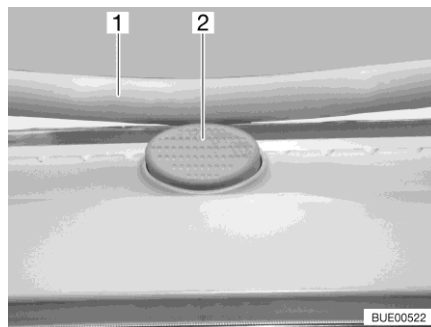

Fig. 33 Bouton de sécurité (lanterneau basculant)
- Appuyer sur le bouton de sécurité (Fig. 33,2) et tirer l'étrier (Fig. 33,1) vers le bas avec les deux mains.
- Pousser l'étrier vers le haut avec les deux mains jusqu'à ce que ce dernier se trouve au-dessus du bouton de sécurité (Fig. 33,2).